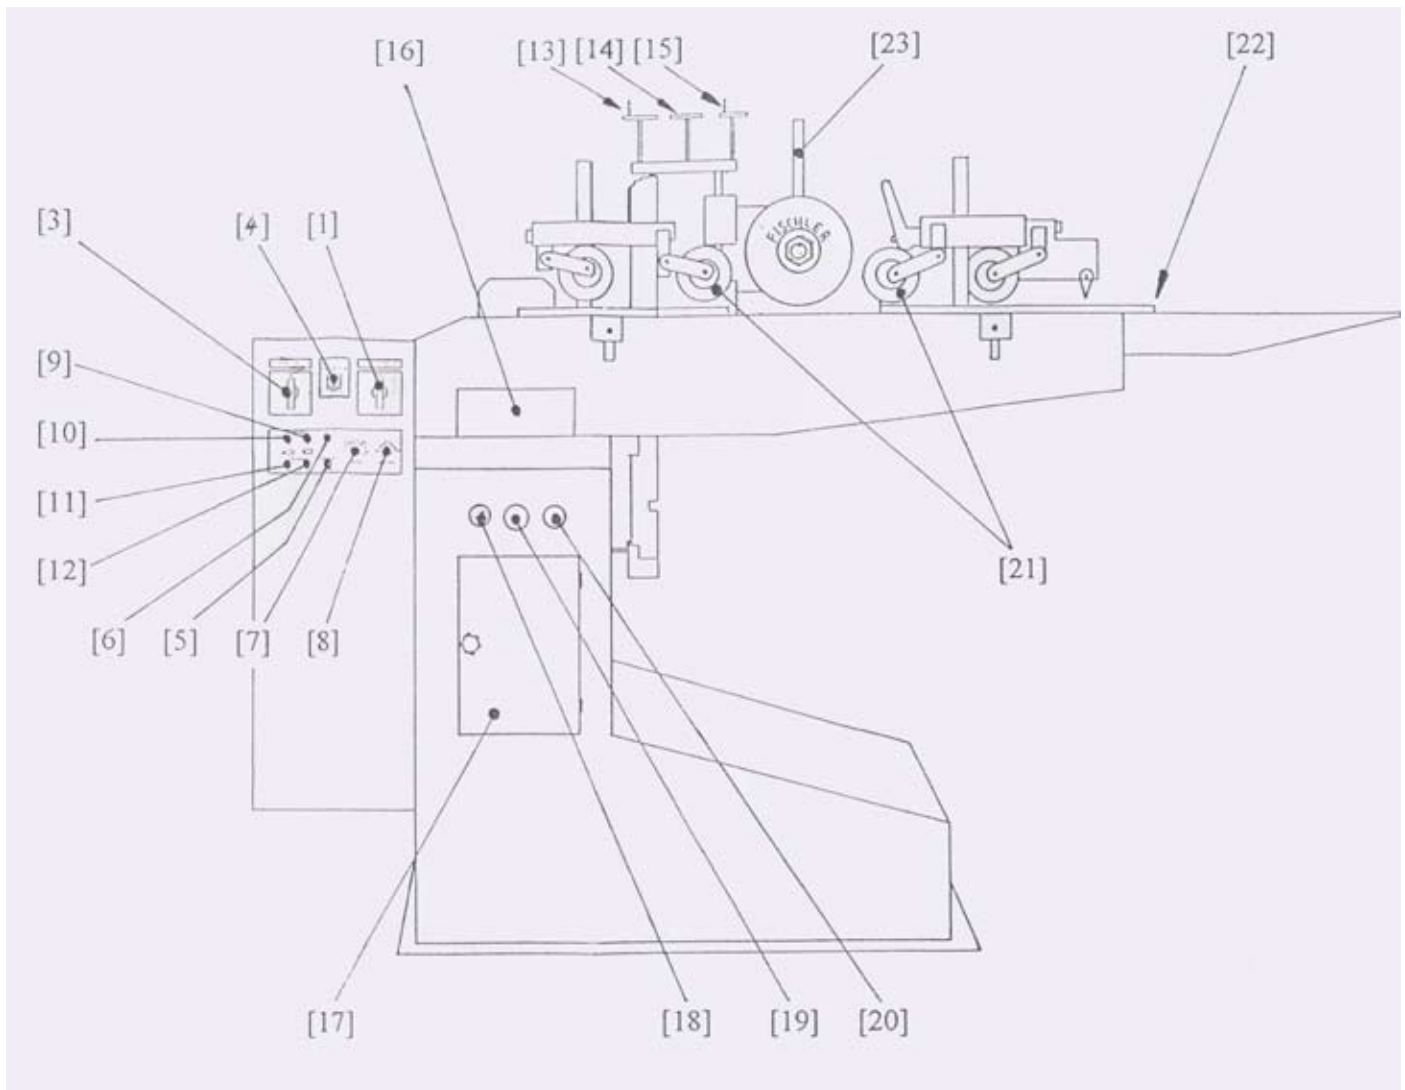

Рис. 8.
Тумблер «подача перпендикулярно» [10] и контрольная лампа [6] служат для включения и отключения автоматической подачи. Если автоматическая подача включена тумблером [10], контрольная лампа [6] загорается. Непосредственно подача происходит только тогда, когда рейки касаются датчика (см. рис. 8. [22]).
- убрать панель перекрытия (см. рис. 8. [16]) с защитным листом